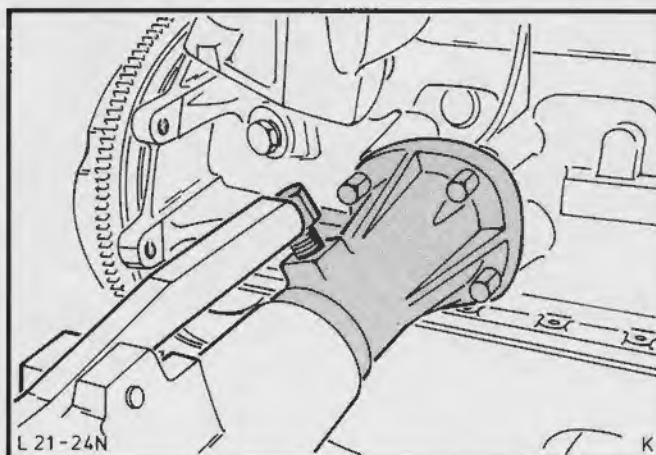

Fig.29. Spænd motoren op i motorstativet med holdearmen 21-031
1. Spænd motoren fast til stativet med holdearmen 21-031 og universalspindlen 21-023, Fig.29.